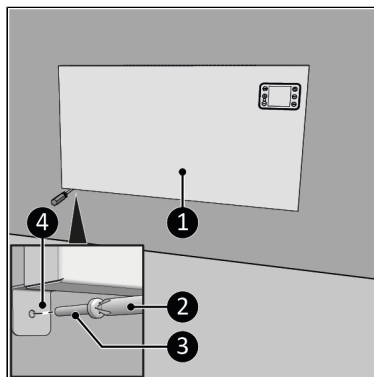

Figure 64.
14. Remplacez l'appareil (Figure 64, pos. 2) sur les supports muraux (Figure 64, pos. 1).
15. Vissez et serrez les supports de l'appareil (Figure 64, pos. 4) avec une grande vis (Figure 64, pos. 3) au mur à l'aide d'un tournevis Phillips (Figure 64, pos. 2).